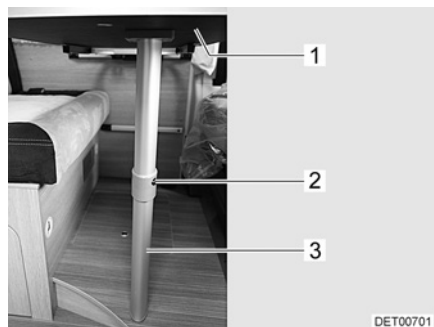

Fig. 42 Struttura di supporto letto
- Sollevare leggermente il piano del tavolo (Fig. 42,1) in avanti.
- Premere il bottone di sbloccaggio (Fig. 42,2) e ribaltare di 90° all'indietro la parte inferiore del supporto snodabile (Fig. 42,3).